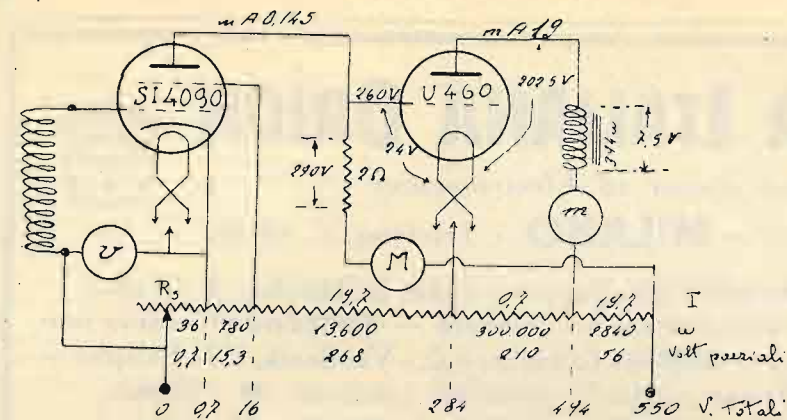

Fig. 9.
Raccolti così tutti i dati che mi occorrevo ho calcolate le varie resistenze ed ho costruito l'R. T. 59 secondo lo schema della fig. 9 in cui ho indicato anche i vari valori delle correnti, delle resistenze e delle tensioni da me usate.
Ho effettuato tali misure inserendo milliamperometro (m), microamperometro (M) e voltmetro (v) come indicato in fig. 9.
Noterete che nella fig. 9 non ho segnato il condensatore variabile in parallelo con la bobina d'antenna e ciò perché adopero l'apparecchio esclusivamente per la stazione locale e quindi è sufficiente che la